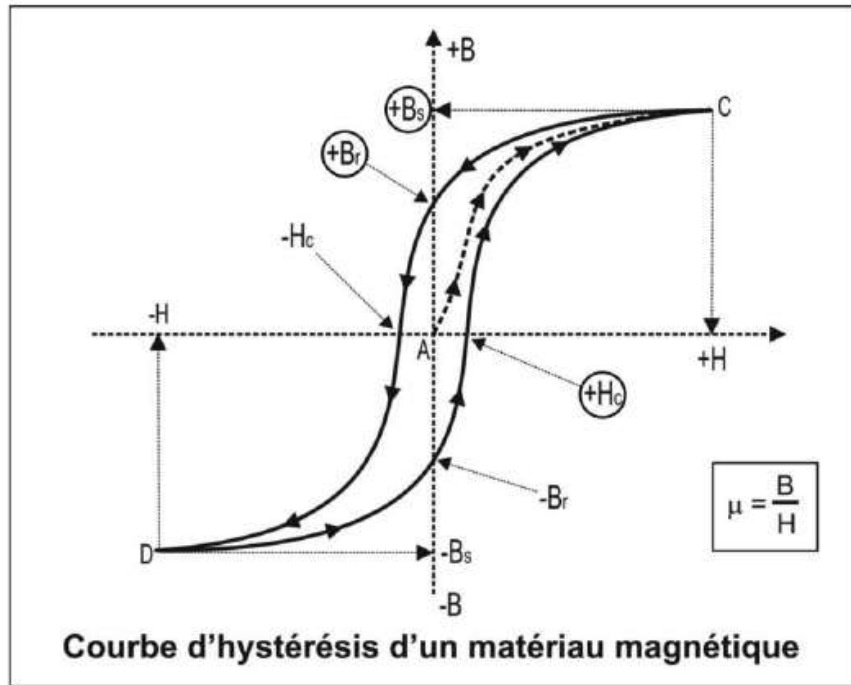

Figure 17.1
Il suit une courbe appelée ***cycle d'hystérésis***, figure 17.1, dont la forme dépend du matériau magnétique.
Le flux magnétique B dépend des événements antérieurs subits par le matériau magnétique (effet mémoire). C'est la raison de la différence entre le cheminement montant du cycle d'hystérésis, lorsque H augmente et celle du cheminement descendant du cycle d'hystérésis, lorsque H diminue. Lorsque le matériau n'a jamais subi aucun champ préalable le cheminement est celui qui part du point **A** et va vers le point **C**. Il est appelé ***courbe de première aimantation***, figure 17.1.
1. Trois valeurs pour caractériser le matériau dont le circuit magnétique est fait (poudre de fer, ferrite, etc.). Ces trois points sont entourés sur le cycle d'hystérésis de la figure 17.1 :